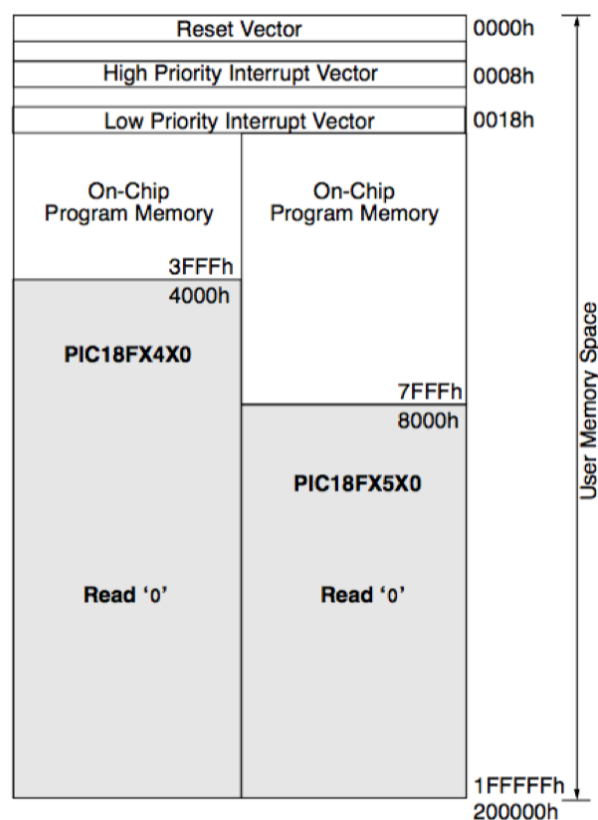

Figure 1 : organisation de la mémoire programme du PIC 18F4520.
1. Le micro-contrôleur présenté *figure 1* est-il un microprocesseur 8 bits, 16 bits ou 32 bits ? Justifier votre réponse.
3. Expliquez le rôle du vecteur RESET dans la mémoire programme représentée *figure 1* ci-dessous.
4. Expliquez le rôle du vecteur d'INTERRUPTION placée à l'adresse 0x0008 dans la mémoire programme représentée *figure 1* ci-dessous.
5. Expliquez pourquoi il y a plusieurs vecteurs d'INTERRUPTION dans la mémoire programme représentée *figure 1* ci-dessous.